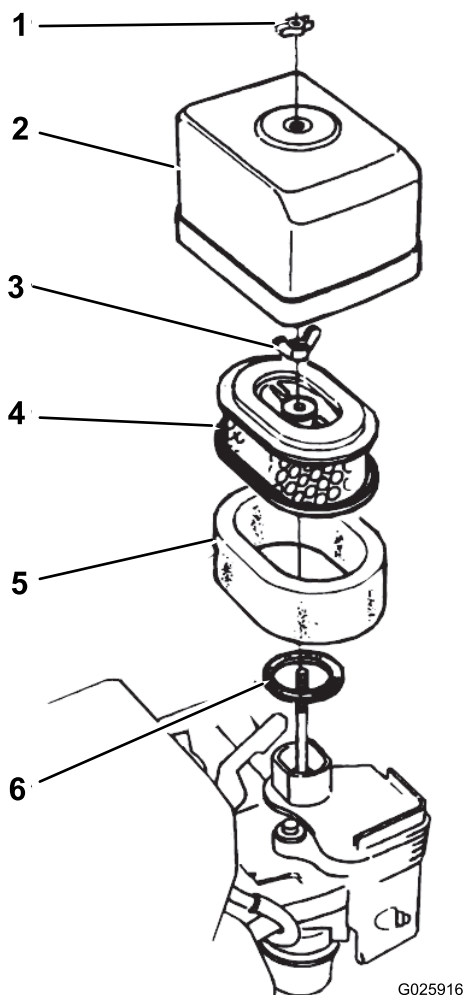

Figure 31
2. Enlevez les écrous à oreilles qui fixent le couvercle du filtre à air et déposez le couvercle (Figure 31).
4. Retirez l'écrou à oreilles de fixation du filtre à air et déposez le filtre (Figure 31).
5. Retirez l'élément en mousse de l'élément en papier (Figure 31).